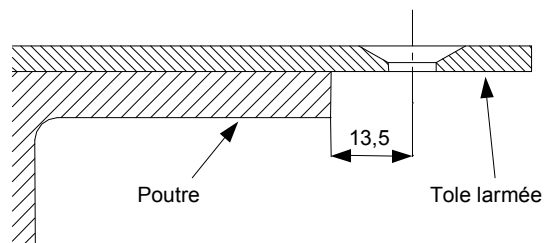

Abb.1
1. Percer les trous dans la tôle larmée, en respectant le diamètre et l'écartement nécessaires (voir tableau 1/ Fig.1)